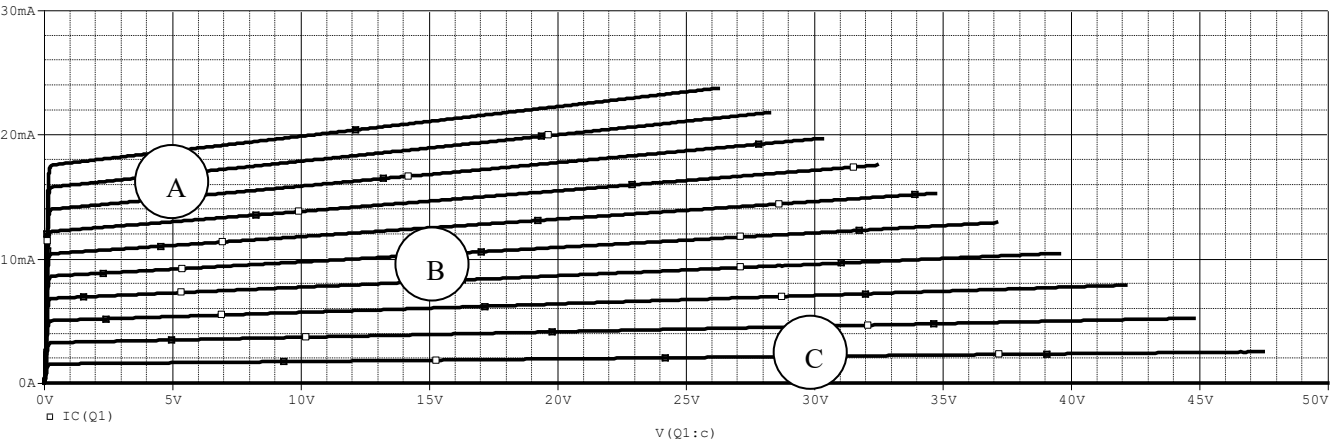

图 5.7 三极管的输出特性曲线
- ① 直流扫描分析参数可设置为：扫描变量类型为电压源，扫描变量为 VCC，扫描类型为线性扫描，初始值为 0V，终值为 50V，增量为 0.1V。
- ② 直流内嵌分析参数可设置为：扫描变量类型为电流源，扫描变量为 IB，扫描类型为线性扫描，初始值为 0，终值为 100uA，增量为 10 uA。
- (3) 运行仿真分析程序
- (4) 查看仿真结果
- 将 X 轴变量设置为三极管电极与发射极之间的电压 V (Q1:c) ,并选择合适的坐标范围，可得到三极管的输出特性曲线，如图 5.7 所示。